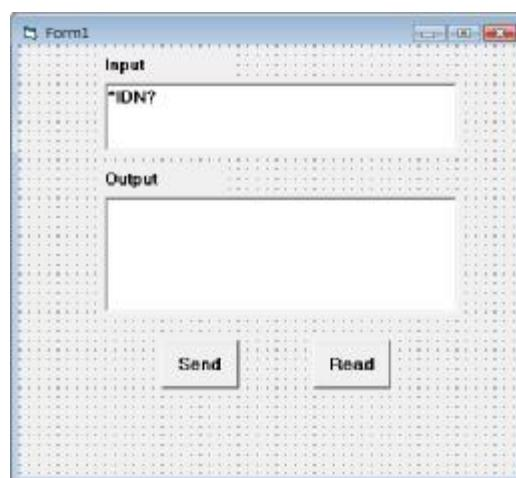

图 4-2-2
3. 添加名称分别为 Input 和 Output 的 Label、两个 TextBox 以及名称分别为 Send 和 Read 的 CommandButton。并把 Input 下的 TextBox 的属性中的 Text 设置为\*IDN?的初始状态。如图 4-2-2 所示。